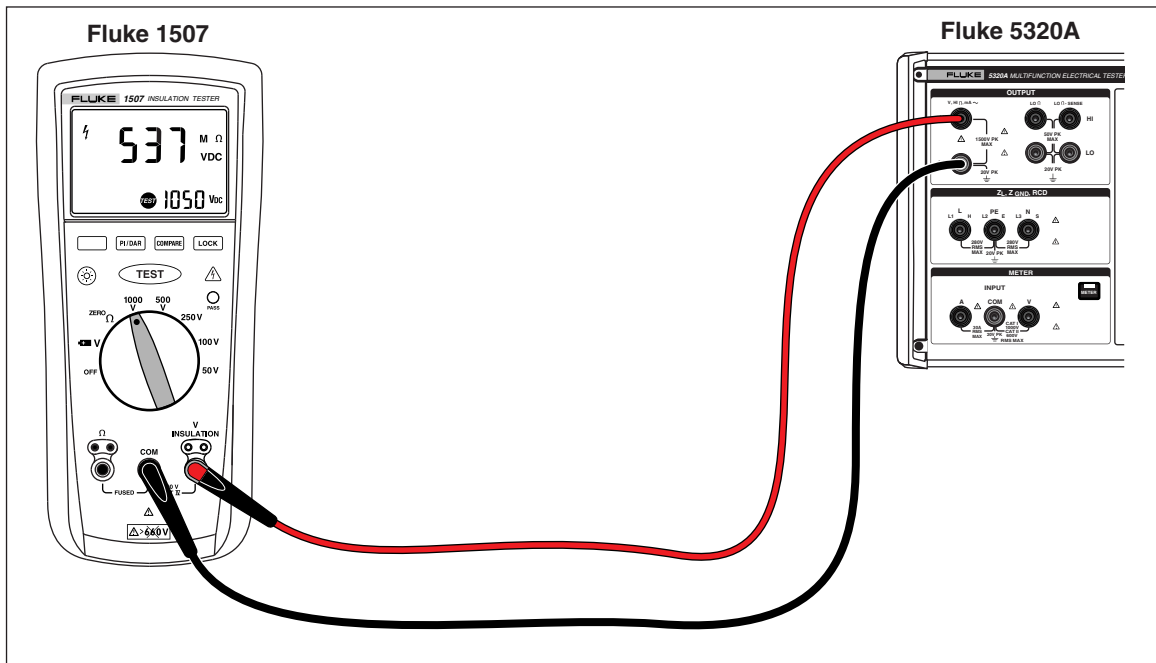
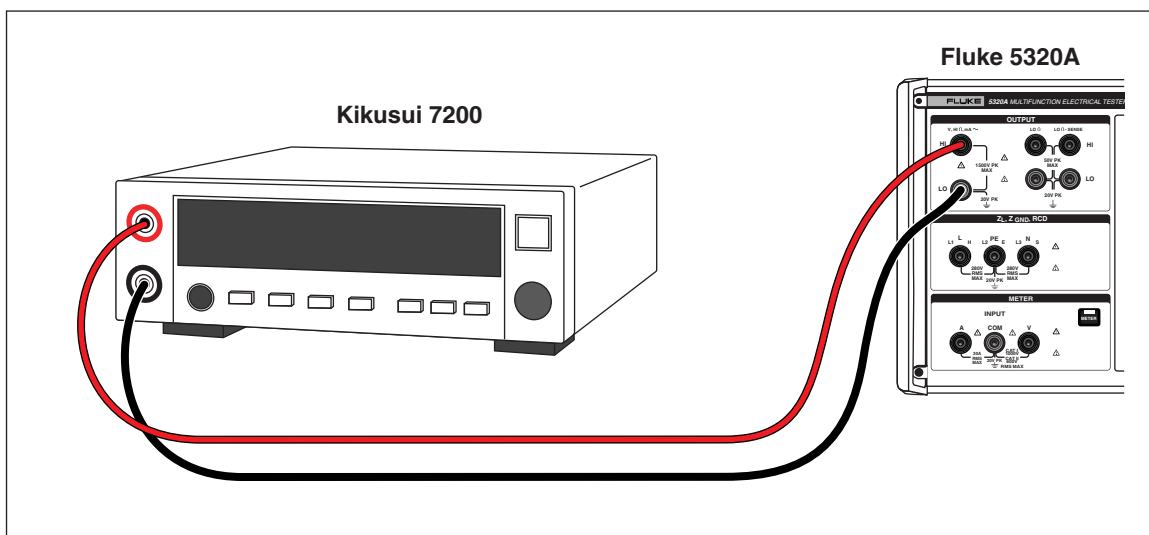

图7-4.校准手持式绝缘测试仪的绝缘电阻
图7-6:校准电气安全分析仪的绝缘电阻
校准器的高电阻源功能, 设计用于校准兆欧计、装置测试仪、电器测试仪和电气安全分析仪上的绝缘电阻功能。高电阻功能也可以用于在规定的电阻范围内校准欧姆计。图7-4到图7-6显示了绝缘电阻校准程序对三种不同 UUT 所要求的连接。
2. 使用图7-4、7-5或图7-6，将 UUT 连接到校准器的 **HI Ω HI**和**LO**输出端子。